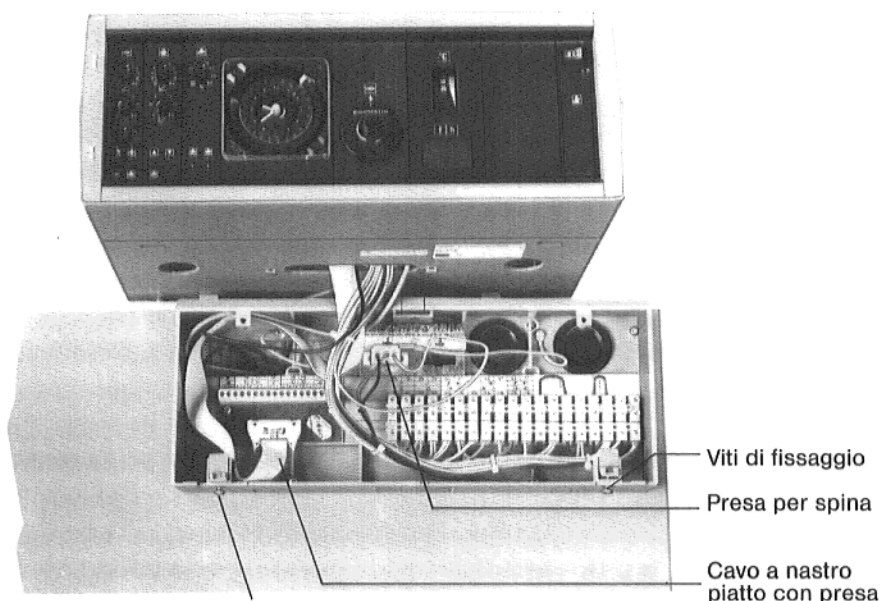

Fig. 12 - Figura esplicativa
12. Immettere i collegamenti a spinnotti del quadro comando nelle corrispondenti morsettiere della basetta, quindi stringere tutte le viti (Fig. 12).
15. Immettere da sotto la spina del bruciatore nella controparte della basetta, all'immissione reggere la spina, da sopra (Fig.12).
17. Porre il quadro comando sulla basetta, spingere le alette posteriori negli alloggiamenti ed avvitare entrambe le viti di fissaggio (Fig. 12).